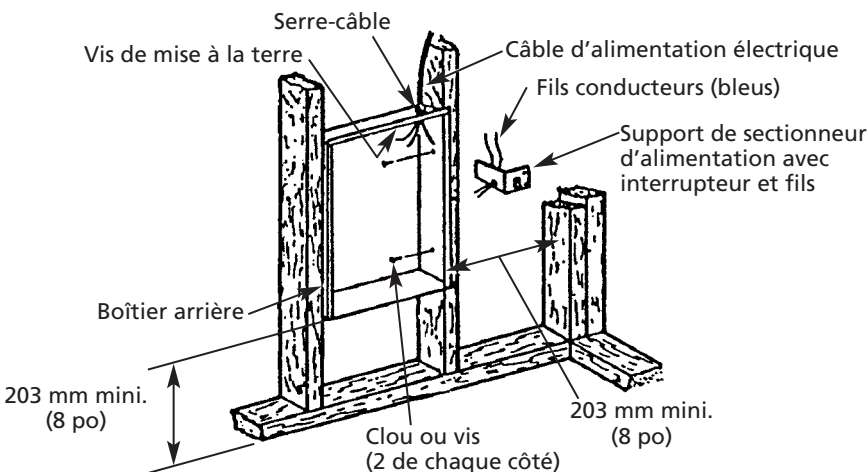

**Figure 3 – Position du boîtier arrière dans une construction existante**
1. Faire une découpe murale de 362 mm (14 1/2 po) de large et 470 mm (18 1/2 po) de haut, à la hauteur de montage voulue, mais à 203 mm (8 po) au minimum du plancher (voir la Figure 3).